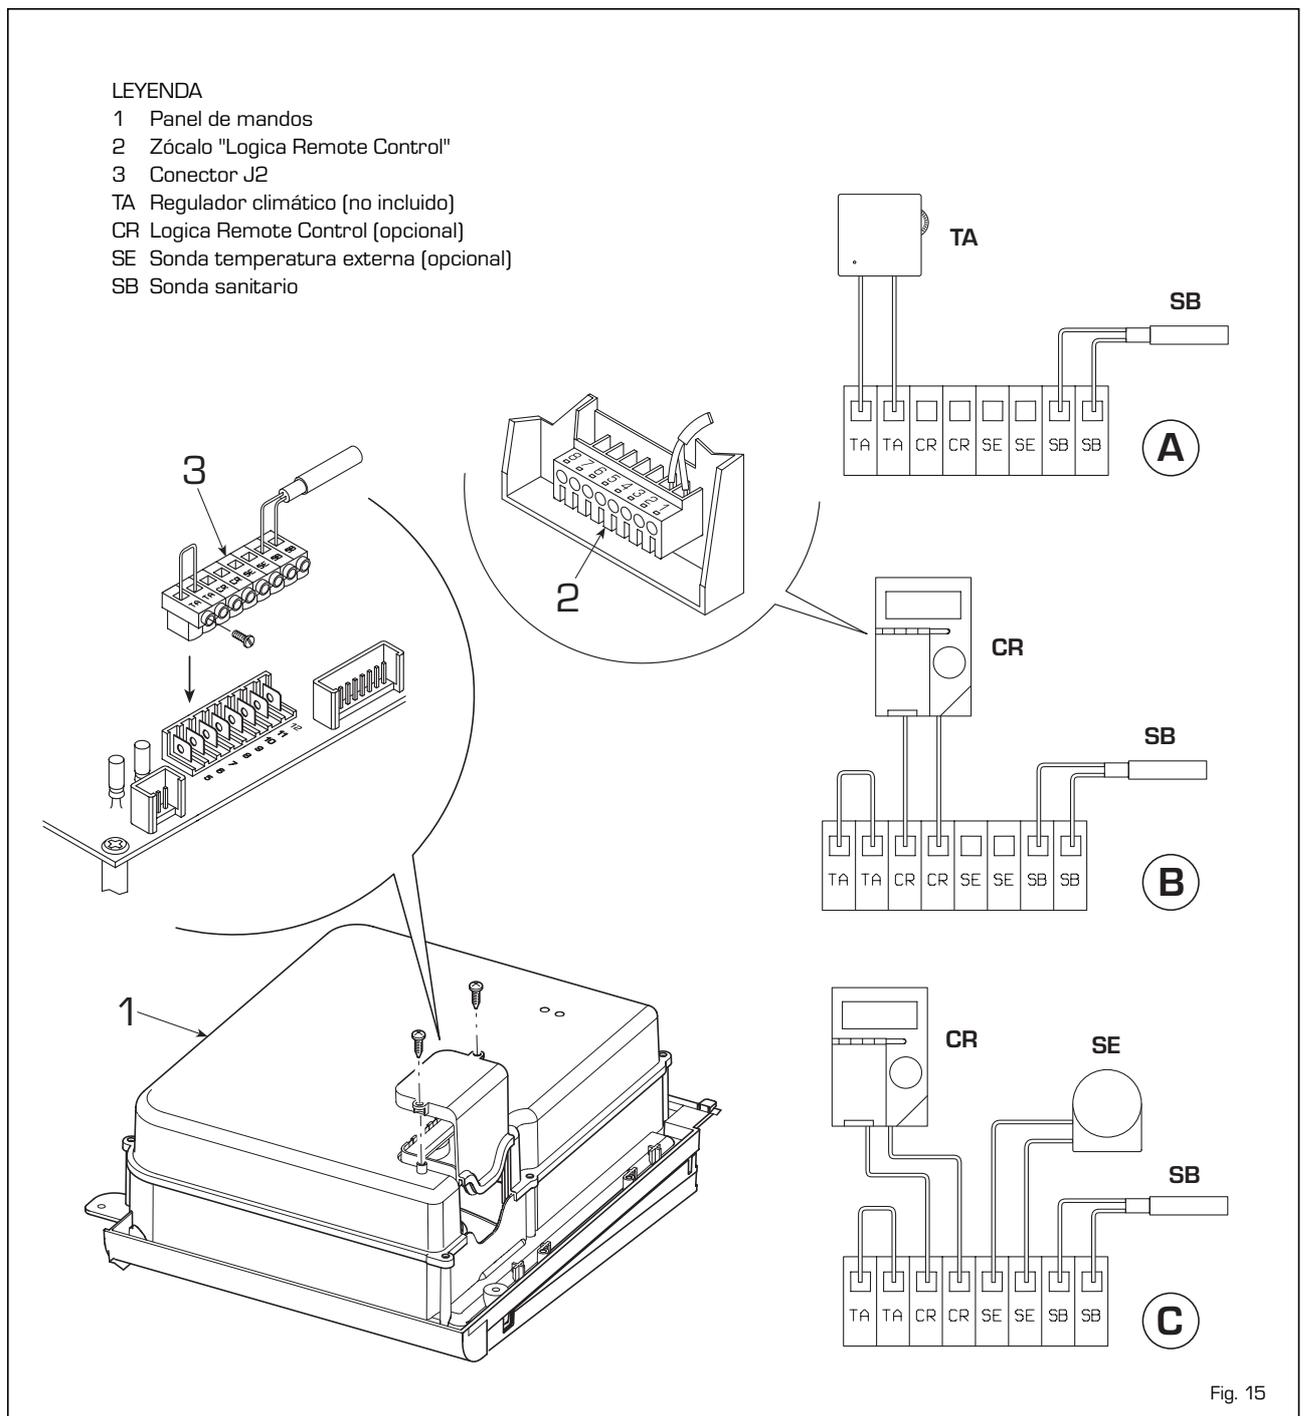

Fig. 15
2.9.1 Conexión regulador climático (fig. 15 pos A)
2.9.2 Conexión "Logica Remote Control" (Fig. 15 pos B)
2.9.3 Conexión sonda de temperatura externa (fig. 15 pos. C)
Los depósitos "BT 130 - BT150" se suministran con sonda sanitaria (SB) para conectar al conector J2 (3 fig. 15).